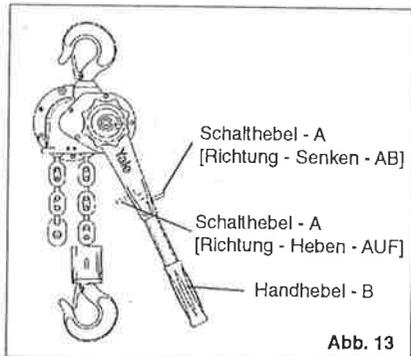

Abb. 13
Schalthebel A in Richtung Heben (AUF) drehen und einrasten lassen (Abb. 13).
Schalthebel A in Richtung Senken (AB) stellen und Handhebel B ruckartig durchdrücken (Abb. 13). Falls die Verspannung sehr hoch war, kann die Bremse mit einer schlagartigen Belastung auf den Handhebel B gelöst werden.